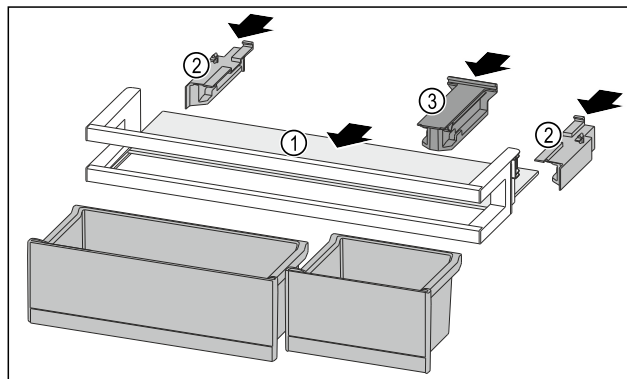

Fig. 100
- ▶ Împingeți în interior raftul Fig. 100 (1) în degajările laterale.
- ▶ Introduceți piesele laterale Fig. 100 (2).
- ▶ Introduceți piesa de susținere Fig. 100 (3).